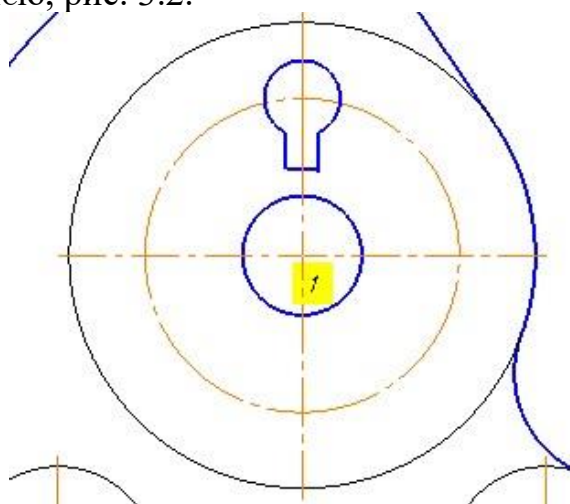

Рис. 3.4. Створення вихідного об'єкту для копіювання
3.2.1.6. Видаліть ділянки кіл між вертикальними лініями паза (дві ділянки – на колі діаметром 14 мм, інші – на колі діаметром 32 мм) за допомогою команди *Усечь кривую* , рис. 3.4.
3.2.2.1. Спочатку виділіть побудований об'єкт, до якого входять частина кола діаметром 14 мм, вертикальні відрізки паза, дуга кола діаметром 32 мм та осьова лінія об'єкта копіювання, рис. 3.4.